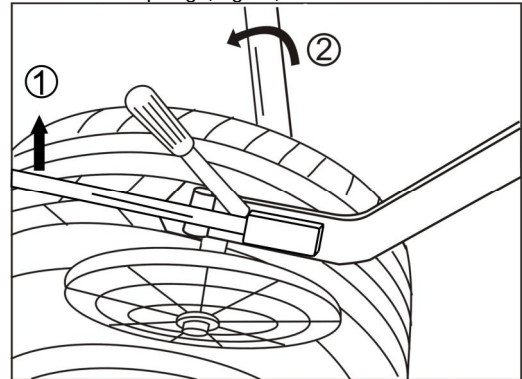

Fig.24
- Drehen Sie den Teller so, dass er unter dem unteren Reifenrand, aber nicht unter der Felge liegt. Stecken Sie den Montierhebel zwischen den Kopf und den Reifenrand und drücken Sie ihn nach unten. Heben Sie den Steuerhebel an, um den Reifen abzurücken. Hebeln Sie den unteren Reifenwulst auf die Ausstülpung (Fig.24).